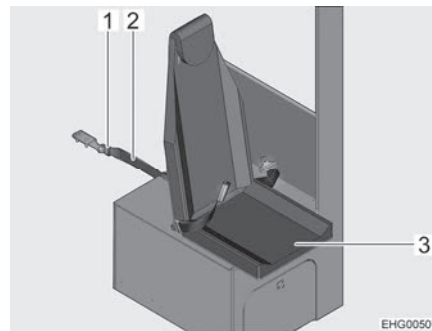

Bild 37 Stecksitz sichern
- Sicherungsgurt (Bild 37,2) in das Gurtschloss (Bild 37,1) stecken.
- Sitzfläche (Bild 37,3) herunterklappen.